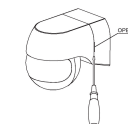

Figura 1
- Afloje el tornillo en la parte trasera y descargue la parte inferior (vea la figura 1).